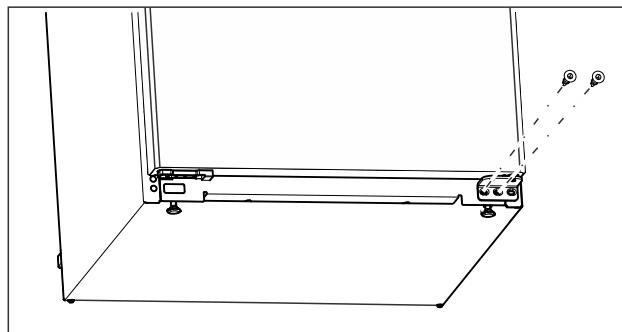

Fig. 15
- ▶ Выверните на нижнем опорном кронштейне центральный винт при помощи отвертки Torx 20. (см. Fig. 15)
- ▶ Выверните на нижнем опорном кронштейне внутренний винт при помощи отвертки Torx 20. (см. Fig. 15)